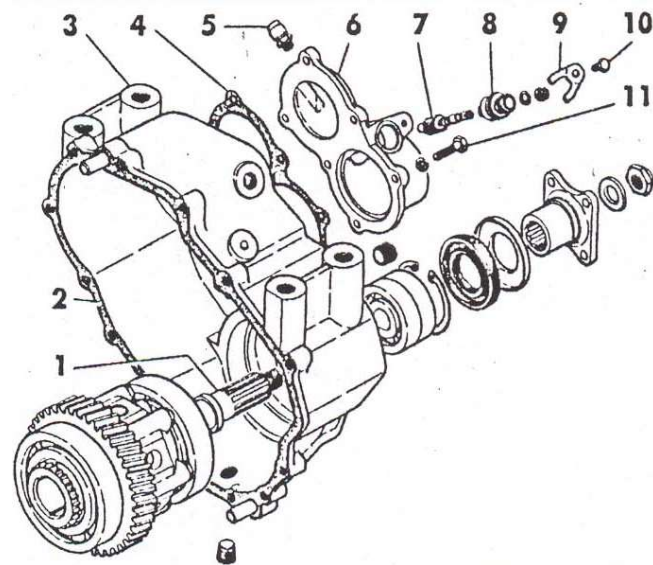

Рис.6.13 Детали заднего картера раздаточной коробки:
- отвернуть болты поз. 11 (рис. 6.13) крепления задней крышки поз. 6 подшипника первичного вала и снять заднюю крышку;
Выпрессовку - запрессовку подшипников и запрессовку сальников осуществлять при помощи съёмников и оправок (см. рис. 6.13, 6.14).
При разборке задней крышки коробки привода заднего ведущего моста (при исполнении с водомётom - передней крышки) необходимо отвернуть болт поз. 10 (рис. 6.13) и снять стопор поз. 9, после этого извлечь из крышки штуцер поз. 8 и ведомую шестерню поз. 7 привода спидометра.